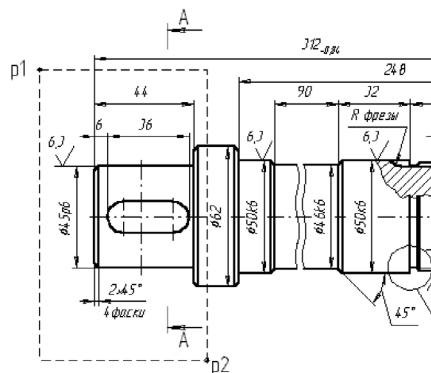

Рис. 3.3. Увеличение масштаба при помощи рамки
**Задание.** Отобразите часть вала, прилегающую к его левому торцу в увеличенном масштабе (рис. 3.3).